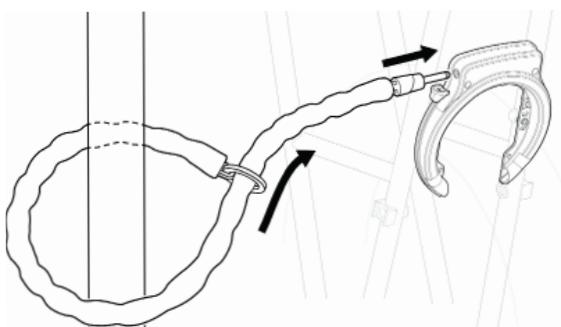
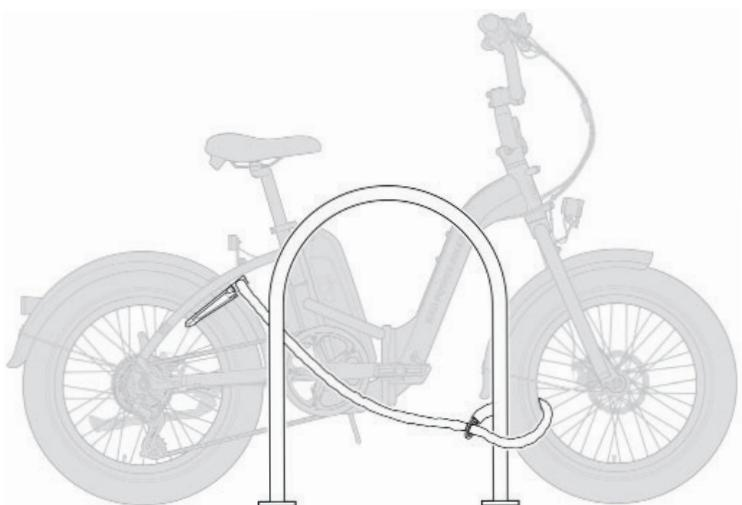

Figura 10: Cadena de seguridad corta
Figura 11: Cadena de seguridad larga
- Coloque la cadena de seguridad para el candado de llanta trasera (se venden por separado) alrededor de un portabicicletas fijo o un poste alto y seguro. Inserte el extremo del pasador de bloqueo de la cadena a través del anillo (Figura 10). Cuando utilice la cadena de seguridad larga, cubra la rueda delantera y sujetela la cadena alrededor de un objeto seguro, como se ilustra (Figura 11).
- Inserte el pasador de seguridad de la cadena en el puerto del candado hasta que encaje en su lugar (Figura 10).